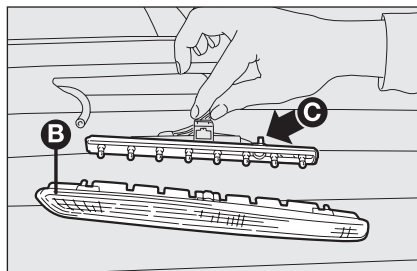

fig. 33
- extraire le groupe transparent **B**-fig. 33 et débrancher le connecteur électrique;
- en agissant sur les ailettes d'une façon opposée **C**-fig. 33 extraire le porte-lampes;